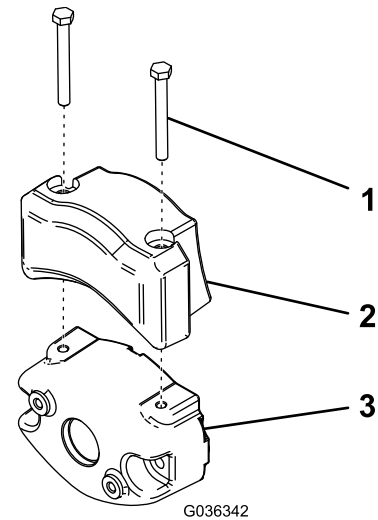

**Figure 60**
**Important:** Chaque fois que vous devez basculer l'unité de coupe, soutenez l'arrière pour que les écrous situés sur les vis de réglage de la barre d'appui ne reposent pas sur la surface de travail (Figure 60).